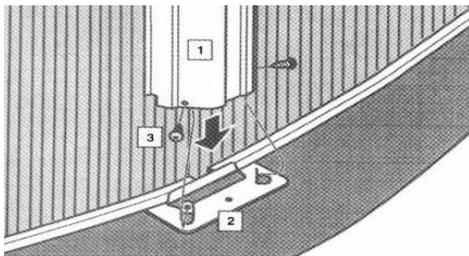

fig. 27
Alignez les orifices afin de pouvoir placer les vis TO2(3) des deux côtés du profilé vertical en vous assurant qu'ils passent bien par les trous des languettes de la plaque T1 (2) fig.27.